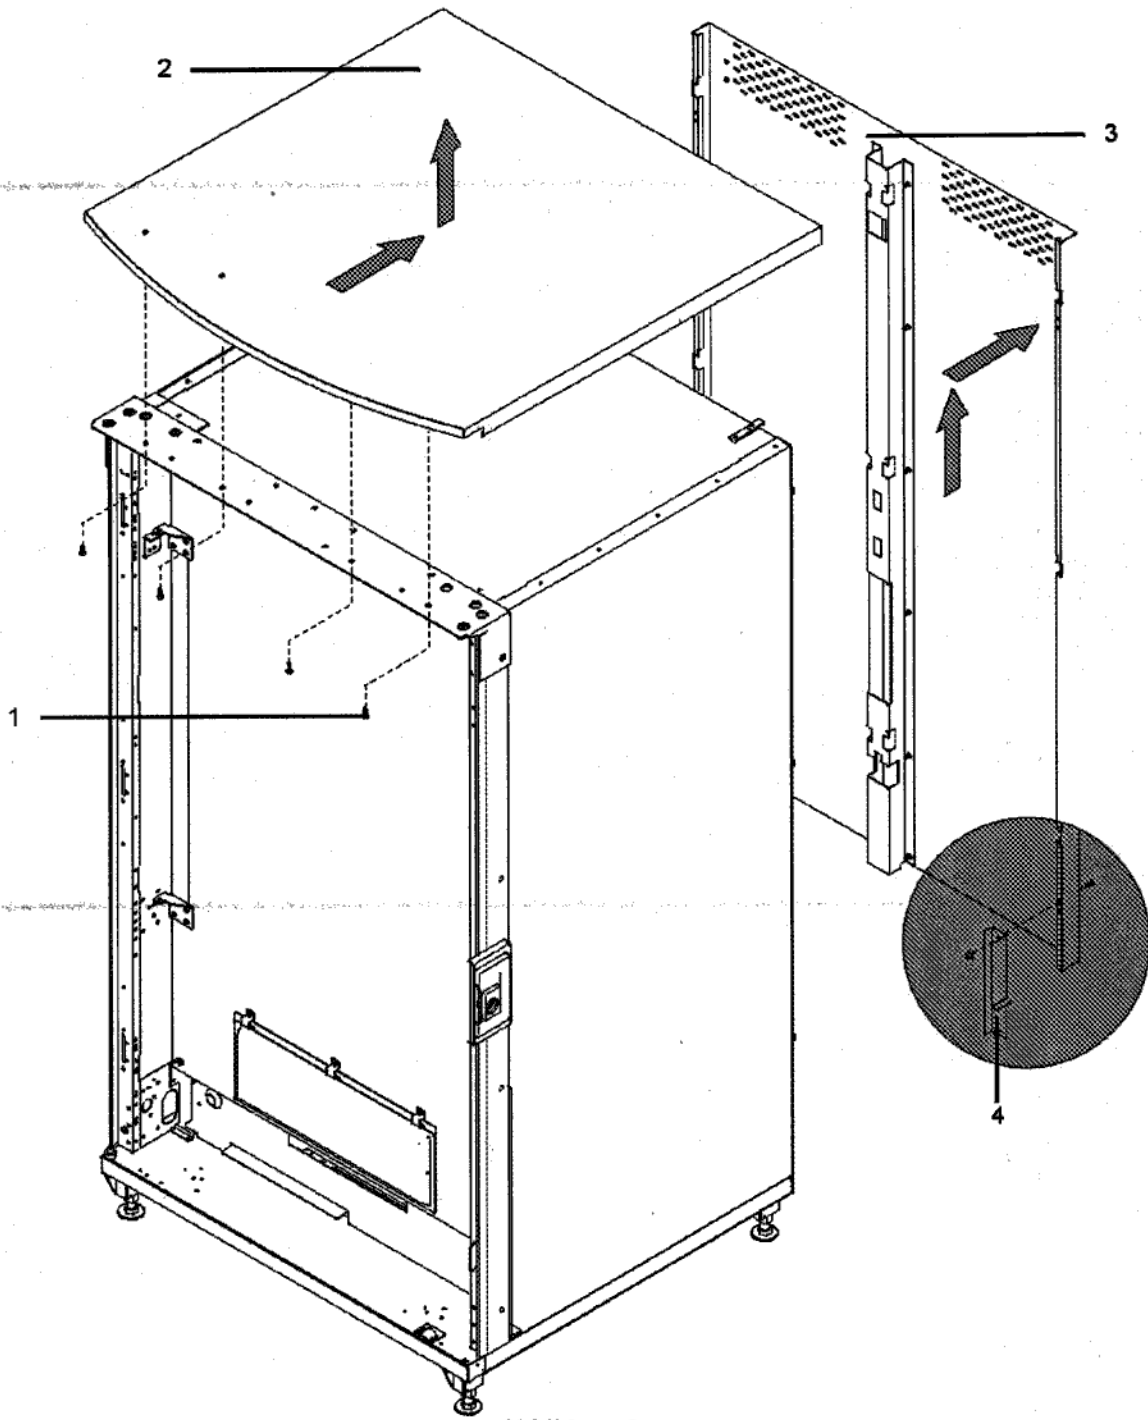

Abbildung 3
Hierzu die 4 Sechskantschrauben (Abbildung 3, Pos. 1) lösen, das Dach (2) nach hinten schieben und aushängen